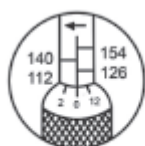

FIG1 112Nm
3. Fissare la maniglia ruotando il dado di bloccaggio in senso orario. La chiave è ora impostata su 118 Nm e può essere utilizzata. Vedere le figure 1 e 2